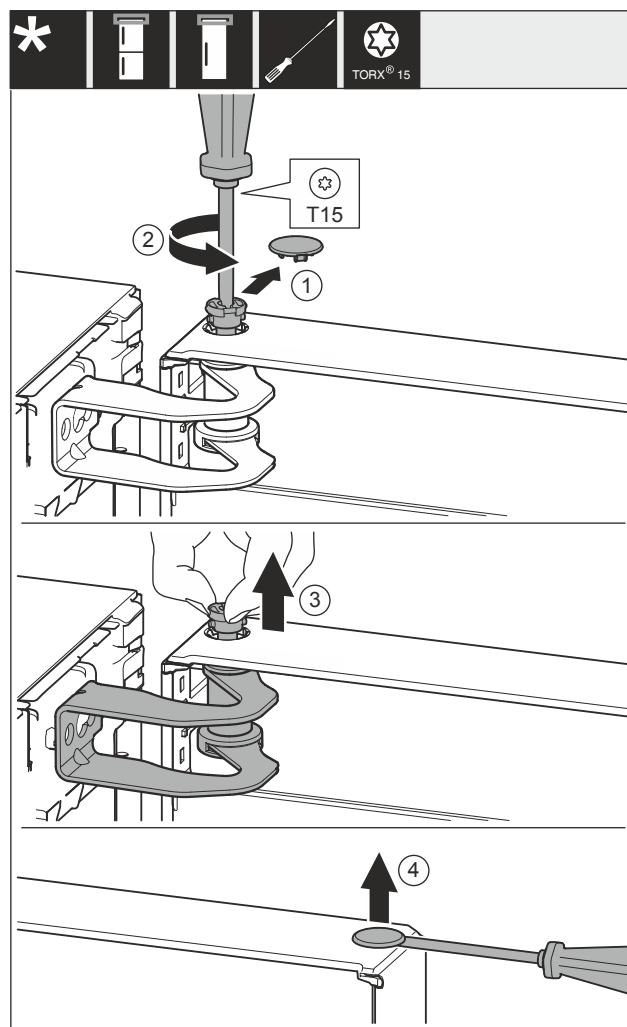

Fig. 10
- Осторожно снимите крышку Fig. 10 (1).
- Немного выкрутите палец Fig. 10 (2) отверткой.
- Вручную вытяните палец Fig. 10 (3).
- Осторожно приподнимите крышку Fig. 10 (4) отверткой и снимите ее.